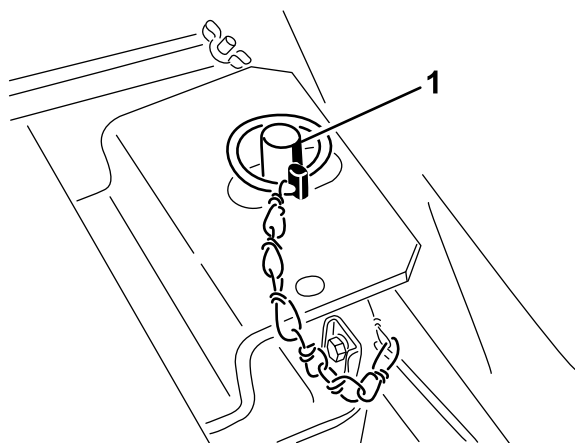

Figura 11
6. Desenganche la varilla de soporte y bájela. Baje el asiento e introduzca el pasador de seguridad a través del espárrago de la pletina de enganche del asiento. Coloque el anillo de alambre encima del espárrago (Figura 11).
- Desenganche la varilla de soporte y bájela. Baje el asiento e introduzca el pasador de seguridad a través del espárrago de la pletina de enganche del asiento. Coloque el anillo de alambre encima del espárrago (Figura 11).